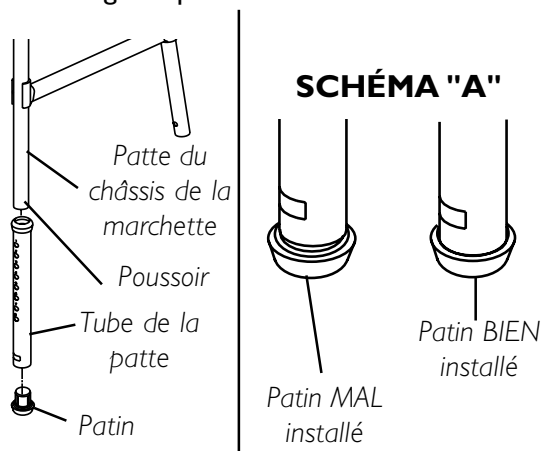

FIGURE 3 - INSTALLER LES PATINS
INSTALLER LE PATIN (FIGURE 3)
4. S'assurer que le NOUVEAU patin est bien installé tel qu'illustré au SCHÉMA "A" de la FIGURE 3. Si nécessaire, taper légèrement sur le nouveau patin.